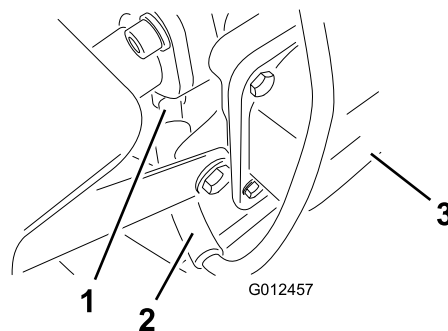

Figure 28
- Débranchez la bougie (Figure 28).
- Enlevez la bougie et la rondelle métallique (Figure 28).
3. Branchez la bougie (Figure 28).